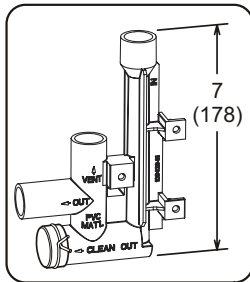

FIGURA 48
- 3 - Instale la tapa sobre la abertura de limpieza en la base de la trampa. Sujétela con una abrazadera. Ver la "FIGURA 48".
- 4 - Instale la trampa de drenaje con los accesorios de PVC apropiados y aplique pegamento a todas las uniones. Aplique pegamento a la trampa de drenaje proporcionada como se muestra en la "FIGURA 48". Dirija la línea de condensado a un drenaje abierto.